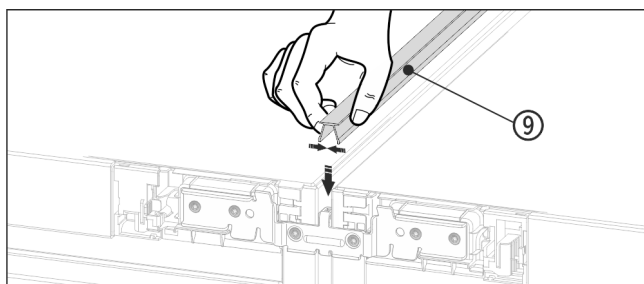

Fig. 20
- ▶ Na horní straně zatlačte krátkou krycí lištu Fig. 20 (9) do horizontální spáry.